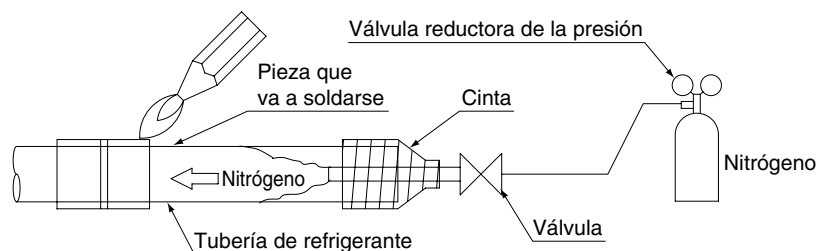

Fig. 5
- Cuando se hace un cobresoldado de la tubería de refrigerante, empiece el trabajo después de cambiar el nitrógeno (*1) o haga el cobresoldado cuando el nitrógeno fluye en la tubería de refrigerante (*2) (**Refiérase a la Fig. 5**) y en el extremo de la unidad interior y el abocinado de la unidad BS o conexiones abocinadas.